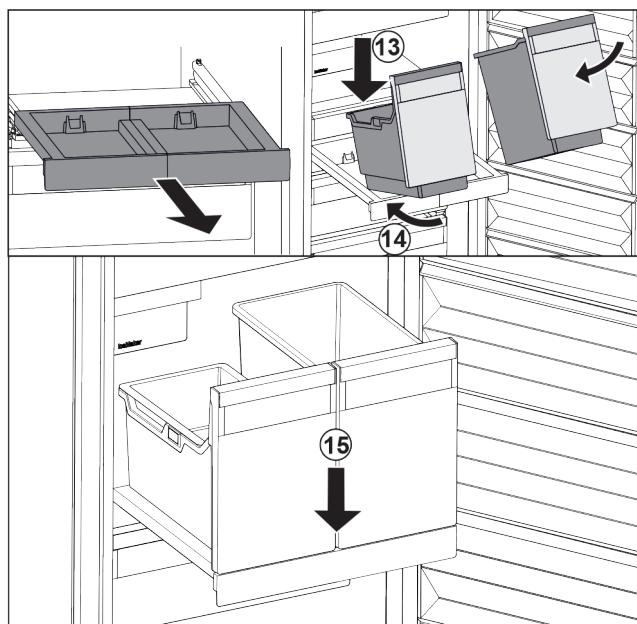

Fig. 105
- Наклоняя вниз, установите контейнеры на выдвижную панель. Fig. 105 (13)
- Вставьте контейнеры, наклоняя вниз, назад. Fig. 105 (14)
- Снимите контейнеры спереди. Fig. 105 (15)